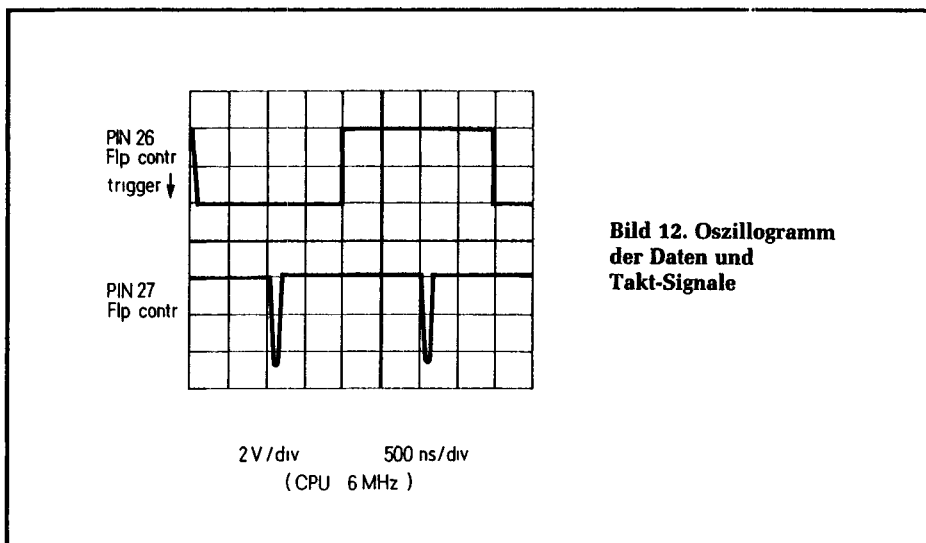

Bild 12. Oszillogramm der Daten und Takt-Signale
13. Dazu muß aber eine schon formatierte Diskette verwendet werden. Sie muß im Standard-IBM-Format Single-Dense formatiert sein. Solche Disketten werden z. B. von BASF im 10er-Pack über den Fachhandel geliefert*). Das Programm in Bild 10 wird gestartet. Es muß sich dann ein Oszillogramm ähnlich Bild 11 ergeben. Bild 12 zeigt ein Original-Oszillogramm. Die Lage des Taktes bezüglich positiv oder negativ ist dabei nicht wesentlich. Eine der beiden Takteinheiten muß jedoch immer in